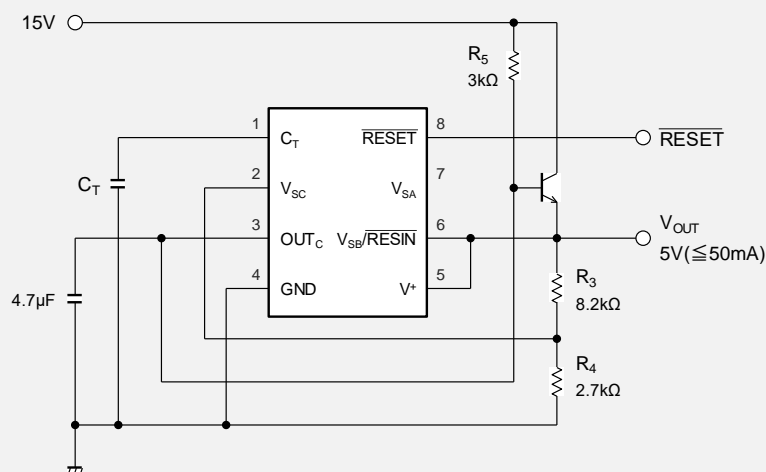

Fig. 12-1 基準電圧出力と電圧低下監視(5V 出力、5V 監視)
- 基準電圧 V_{OUT} は次式より求められます。Fig. 12-1 の抵抗値の場合、約 5.0V です。